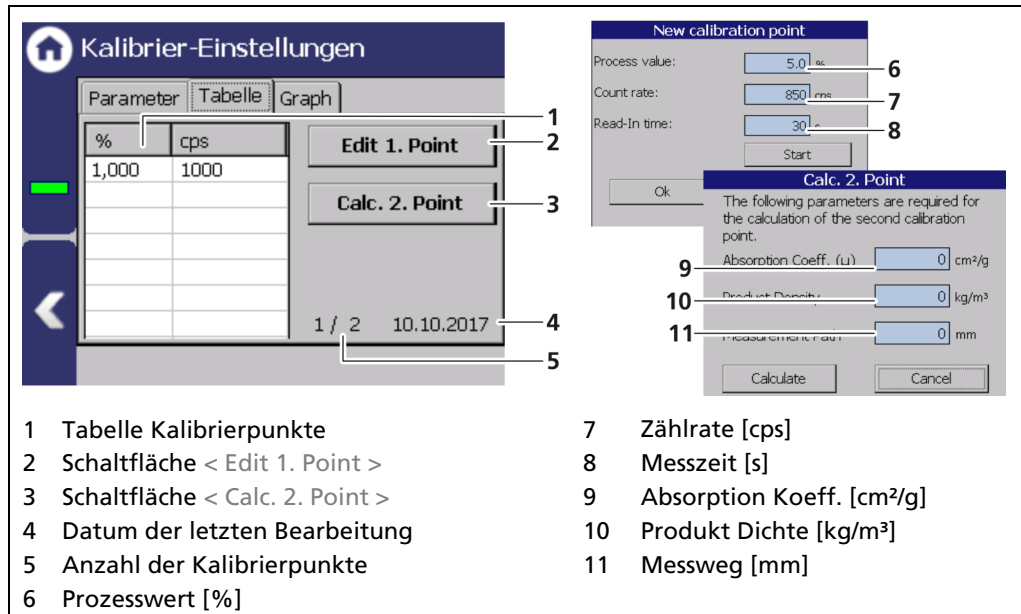

Abb. 81 Kalibrier-Parameter (1 Punkt Exp. Kalibriermethode)
1. Klicken Sie auf die Schaltfläche < + > (Abb. 81, Pos.2).
2. Das Fenster „Neuer Kalibrierpunkt“ (Abb. 81, Pos.6-8) öffnet sich.
4. Klicken Sie auf das Eingabefeld „Prozesswert“ (Abb. 81, Pos.6) um das Eingabefeld zu öffnen. Geben Sie den aktuellen, tatsächlichen Füllstand in Prozent an und bestätigen Sie mit der Eingabetaste.
8. Klicken Sie auf die Schaltfläche < Calc. 2. Point > (Abb. 81, Pos.3).
9. Geben Sie den Absorptionskoeffizient (Abb. 81, Pos.9) des Produkts ein. Dieser muss mit einem negativen Vorzeichen eingegeben werden, sofern es sich nicht um eine der sehr seltenen Anwendungen mit invertierter Kennlinie handelt.
10. Geben Sie die Produktdichte (Abb. 81, Pos.10) ein.
11. Geben Sie den Messweg (Abb. 81, Pos.11) ein.